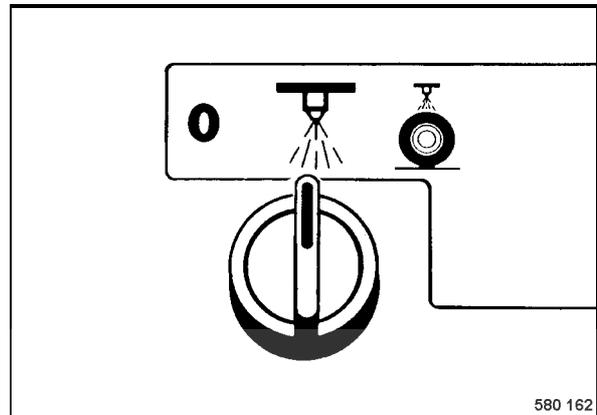

fig. 65
- Mettre l'arrosage en service au moyen de l'interrupteur rotatif (fig. 65).